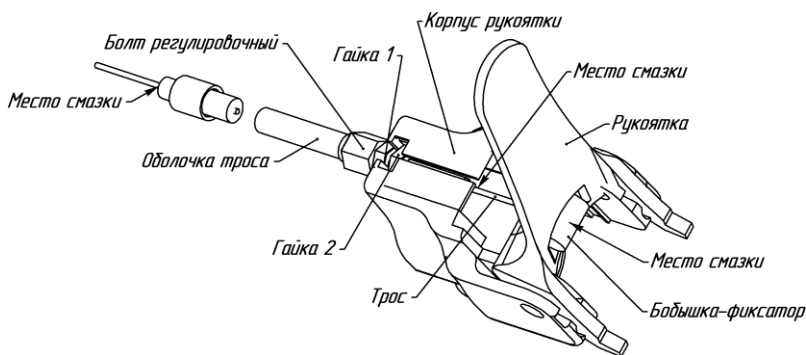

Рис.6. Заделка троса сцепления в рукоятке
Регулировка натяжения приводного ремня производится регулировочным болтом в корпусе рукоятки сцепления. При выворачивании регулировочного болта происходит натяжение ремня. По окончании регулировки болт зафиксировать гайкой (рис.6).
- смазку троса сцепления (рис.6).